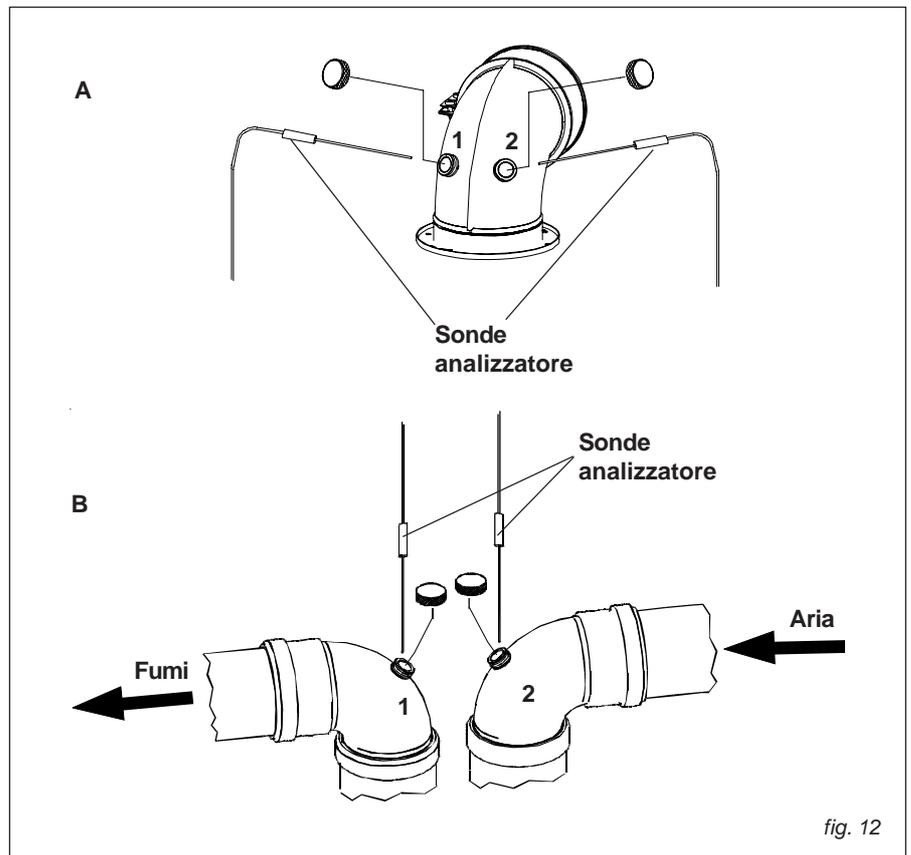

fig. 12
- misura dell'aria comburente prelevata nell'apposito foro 2 (vedi fig. 12).
- misura della temperatura fumi e della CO2 prelevata nell'apposito foro 1 (vedi fig. 12).